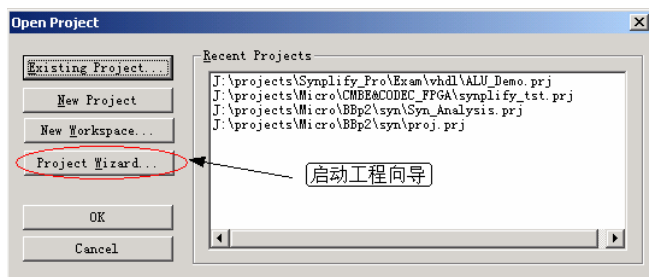

图4-4 打开工程对话框
⑧ 使用 Project Wizard 创建工程
1. 工程向导可以完成工程和工作区（Workspace）的新建和管理工作。单击 **P** 按钮，启动打开工程对话框，这个对话框包含了打开工程、新建工程、新建工作区和启动工程向导等命令的快捷按钮，如图 4-4 所示。